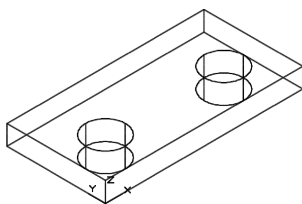

图 14-11 绘制底板圆孔
4) 选择“默认”选项卡→“创建”面板→“圆柱体”命令。分别输入圆心位置(20,20),圆半径10,高度10;另一圆心位置(80,20),圆半径10,高度10,结果如图14-11所示。